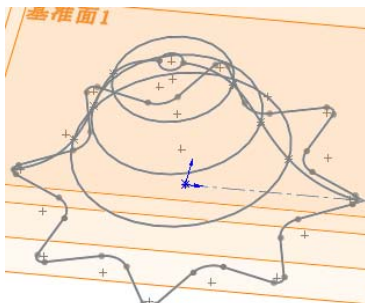
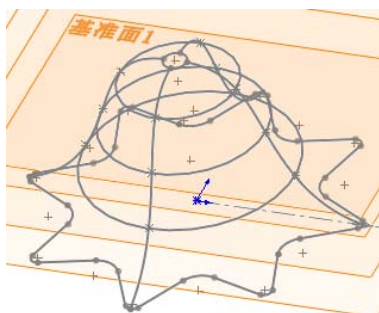

图 9-34 绘制草图
图 9-35 绘制草图
(15) 重复步骤(13)~(14)，在上视基准面的另一侧创建样条曲线，如图9-34所示。
(16) 设置基准面。在左侧“FeatureManager 设计树”中用鼠标选择“右视基准面”，然后单击“前导视图”工具栏中的（正视于）按钮，将该基准面作为绘制图形的基准面。
(17) 绘制草图。选择“工具”→“草图工具”→“样条曲线”菜单命令，或者单击“草图”工具栏中的（样条曲线）按钮，捕捉圆的节点绘制样条曲线。单击（退出草图）按钮，退出草图。
(18) 重复步骤(16)~(17)，在右视基准面的另一侧创建样条曲线，如图9-35所示。